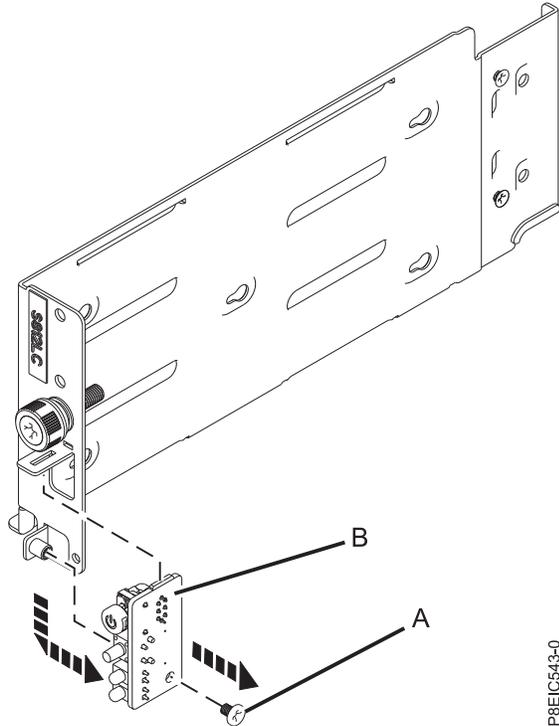

Figura 62. Extracción de la tarjeta del interruptor de alimentación
9. Quite el tornillo **(A)** de la tarjeta del interruptor de alimentación **(B)**; después, baje la tarjeta del interruptor de alimentación y quite el cable del soporte, tal como se muestra en Figura 62 en la página 57.